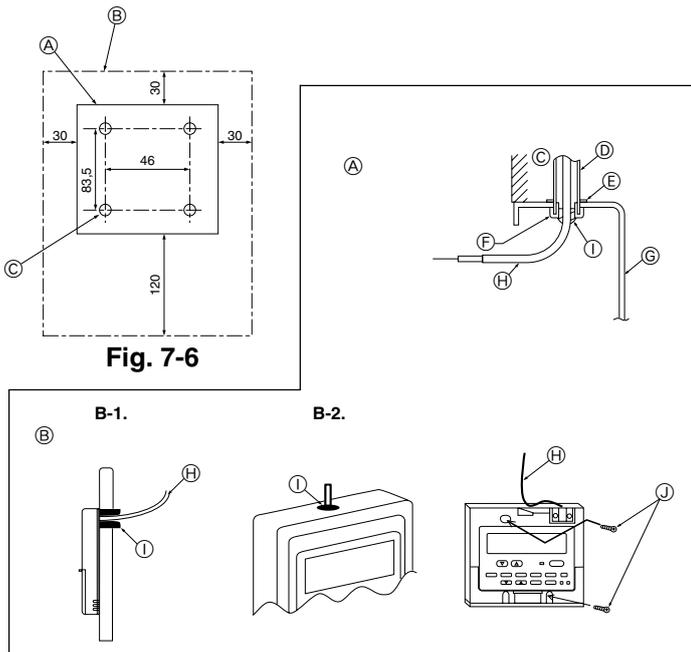

Fig. 7-7
- Sceller l'entrée de service du cordon de la télécommande avec du mastic pour éviter toute invasion possible de rosée, d'eau, de cafards ou de vers. (Fig. 7-7)